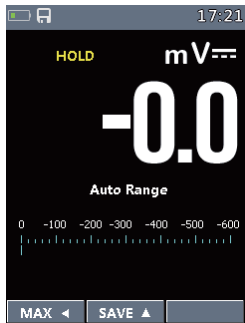
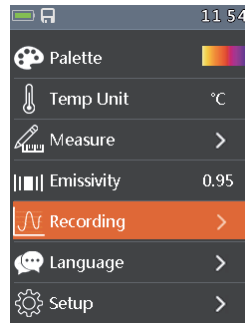

Fig130
Fig131
- Con una medición en la pantalla (Fig130) f presione la tecla Botón Menú para ingresar al menú general del instrumento (Fig131).